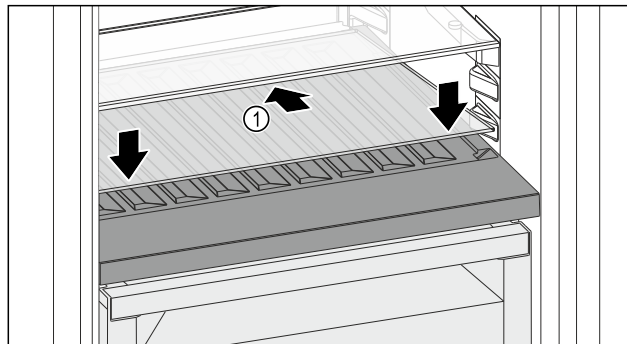

Fig. 194
- Așezați placa de sticlă Fig. 194 (1) oblic și spre spate înclinată în jos.
- Coborâți în față placa de sticlă Fig. 194 (1).